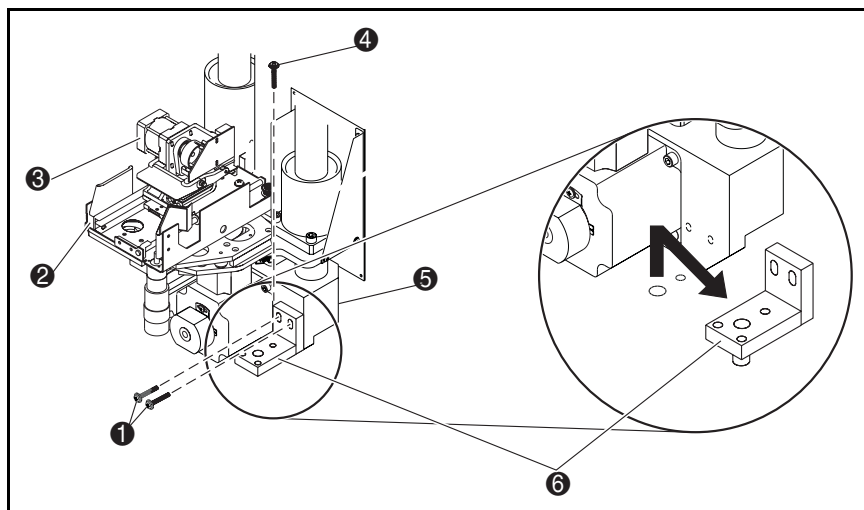

Figure 4-16. Retrait de la fixation de chariot horizontal
2. Retirez la fixation de chariot horizontal (⑥) illustré à la Figure 4-16 (voir Tableau 4-3) :
- a. Retirez les deux vis (①) qui maintiennent la fixation de chariot horizontal sur le chariot horizontal.
- b. Retirez les vis (④) qui maintiennent la fixation de chariot horizontal à la base de la librairie de sauvegarde sur cartouches.